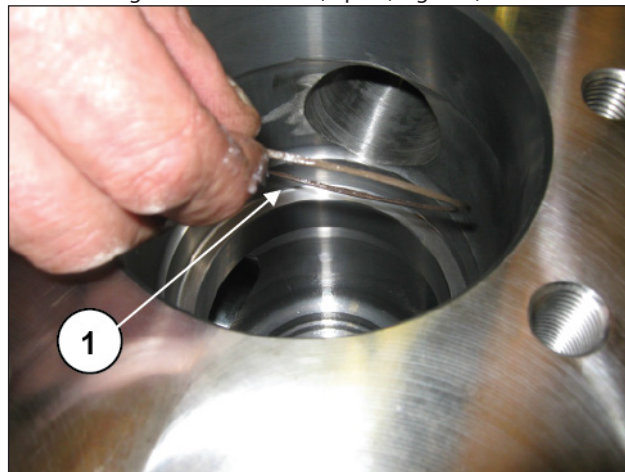

Fig. 179
Insérer la bague anti-extrusion (rep. ①, Fig. 179).